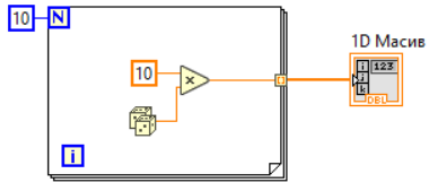

Рис. 17. Блок-діаграма створення 1D масиву
4. Зберіть схему, яка зображена на рис. 17.